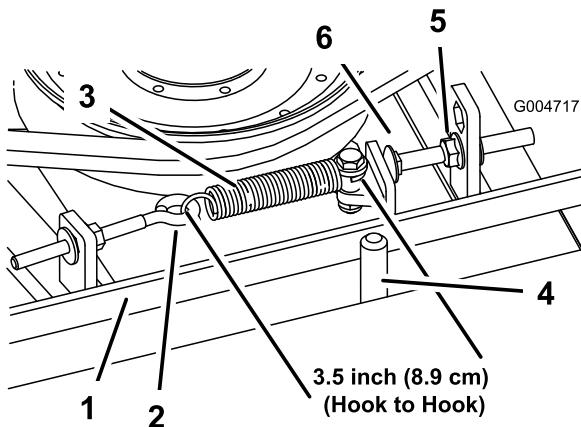

Bild 65
die Anschlagschraube (Schlossschraube) ein, bis der Abstand zwischen dem Schraubenkopf und dem Spannarm ungefähr 0,125 +0,060/-0,000 Zoll beträgt (Bild 65).
Hinweis: Achten Sie darauf, dass der Riemen auf der Federseite der Riemenführung positioniert ist (Bild 65).
2. Lösen Sie den Augenbolzen, um die Verlängerungsfeder abzunehmen (Bild 65).
(Bild 65). Bewegen Sie die Spannscheibe vom Riemen weg, um diesen zu entspannen.
- Setzen Sie die Verlängerungsfeder (Bild 65) wieder in den Augenbolzen ein und spannen Sie den Riemen wie folgt: